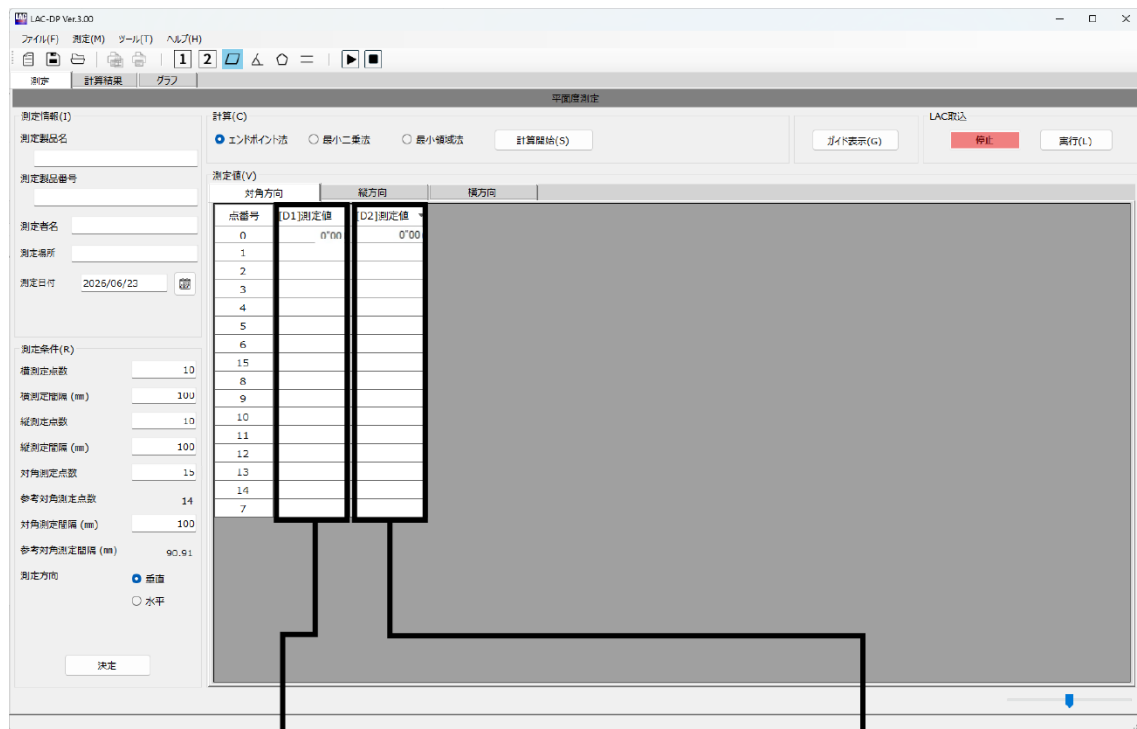

図 5-4-11
1. [D1]測定値を測定中の測定方向ガイド表示(図5-4-11)